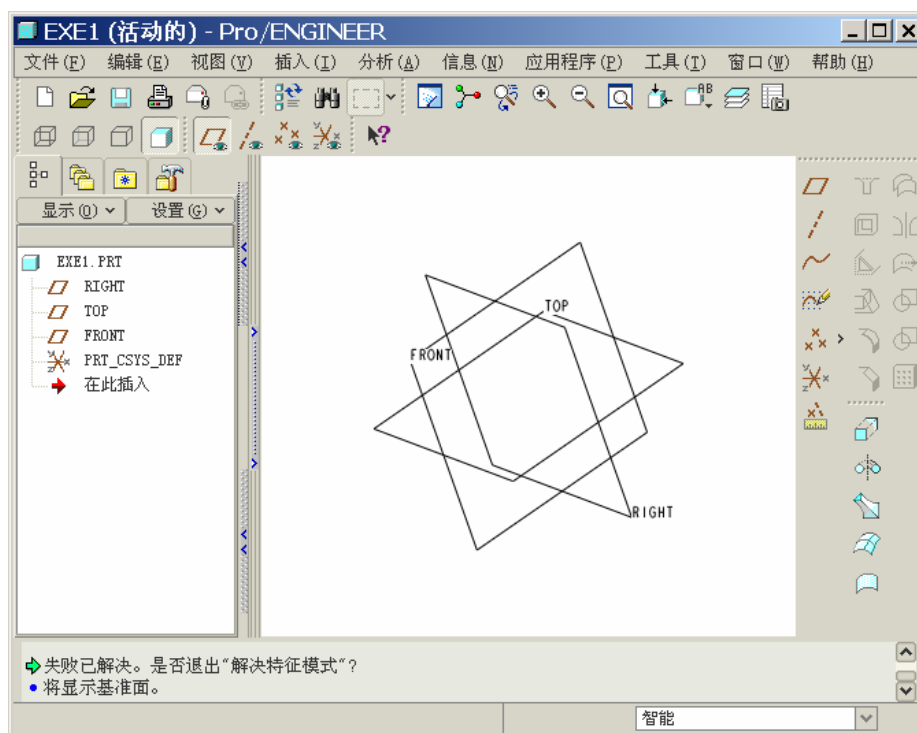

图 1-2
- (1) 单击工具栏中的新建文件按钮，在弹出的【新建】对话框中选择“零件”类型，并选中“使用缺省模板”选项，在【名称】栏输入新建文件名“exe1”。
- (2) 单击【新建】对话框中的【确定】按钮，进入零件设计工作界面，如图 1-2 所示。